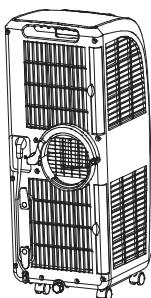

Figura 4
- 3). Ruotare in senso antiorario la fibbia a C del tubo di scarico dell'aria calda, una volta in posizione, per agganciare il giunto della fibbia a C dell'involucro posteriore utilizzando la guida di scorrimento (come mostrato nella figura 4).